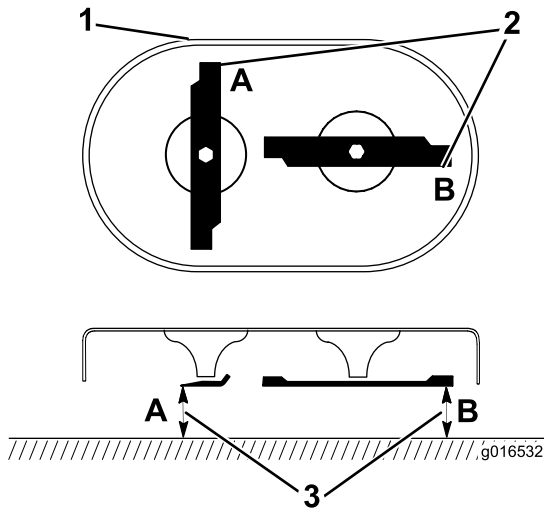

Figura 39
1. Gire las cuchillas a la posición mostrada en Figura 39.
2. Mida desde una superficie nivelada hasta los filos de corte en las posiciones **A** y **B** (Figura 39), y anote ambas dimensiones.
3. Gire las cuchillas de manera que sus extremos opuestos estén en las posiciones **A** y **B** (Figura 39).